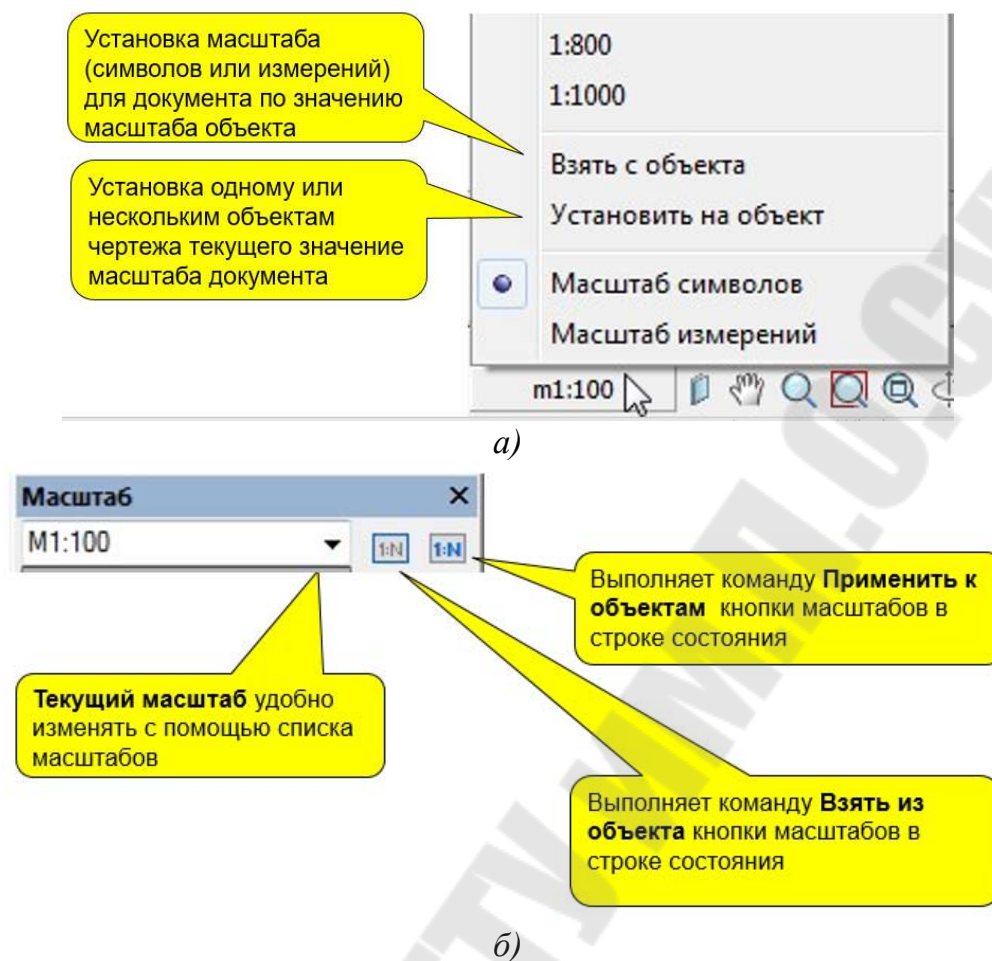

Рис. 3.119 Управление масштабом символов или измерений: а – в меню кнопки Масштаб в строке состояния; б – в панели инструментов Масштаб
2. **Открыть меню управления** масштабом щелчком кнопки масштаба в строке состояния (рисунок 3.119).